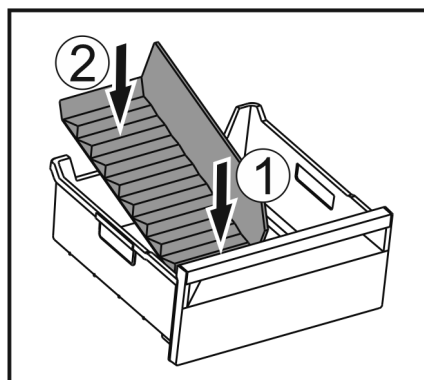

Fig. 169
- ▶ Sæt den forreste del af frostrumsadskilleren i. Fig. 169 (1)
- ▶ Sæt den bageste del af frostrumsadskilleren ned i skuffebunden. Fig. 169 (2)